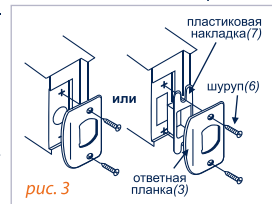

рис. 3
4.4. Установка ответной планки. Прикройте дверь и разметьте место под ответную планку(3), она должна находиться на одной высоте с внутренней защелкой(2). Сделайте углубление в дверном коробе так, чтобы после установки поверхность ответной планки находилась на одном уровне с поверхностью дверного короба. Просверлите отверстие под ригель внутренней защелки(2) или стамеской выберите место под пластиковую накладку(7) (рис. 3). Ригель внутренней защелки должен входить на всю длину в ответную планку(3). Блокировочный пин (рис. 8) (в моделях с индексом 01) не должен входить в ответную планку, он остается частично утопленным в тело внутренней защелки(2), что позволит избежать отжима ригеля тонким предметом. Закрепите ответную планку шурупами(6), входящими в комплект (рис. 3);